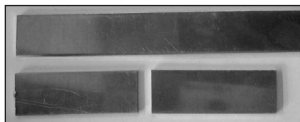

Abb.: 26
2.5.1 Zuerst müssen wir den Alustreifen für die zwei Seitenteile zurechtsägen. Wir können dazu die Schablone auf der Seite 11 verwenden oder die Maße anzeichnen. Dann sägen wir das Aluminium mit einer Metallsäge oder einer Laubsäge mit Metallsägeblatt durch. Mit einer Werkstatt feile den Sägeschnitt glatt feilen und entgraten (Abb.: 26).